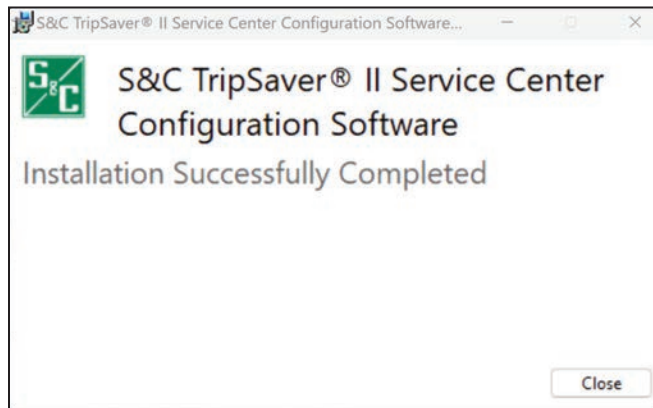

Figura 8. Caixa de diálogo Instalação do SCC Concluída com Sucesso.
PASSO 6. Quando a instalação do Software de Configuração do TripSaver II em Centro de Serviços é realizada com sucesso, a caixa de diálogo Installation Successfully Completed é exibida. Ver Figura 8. Clique no botão **Close** para sair do instalador.